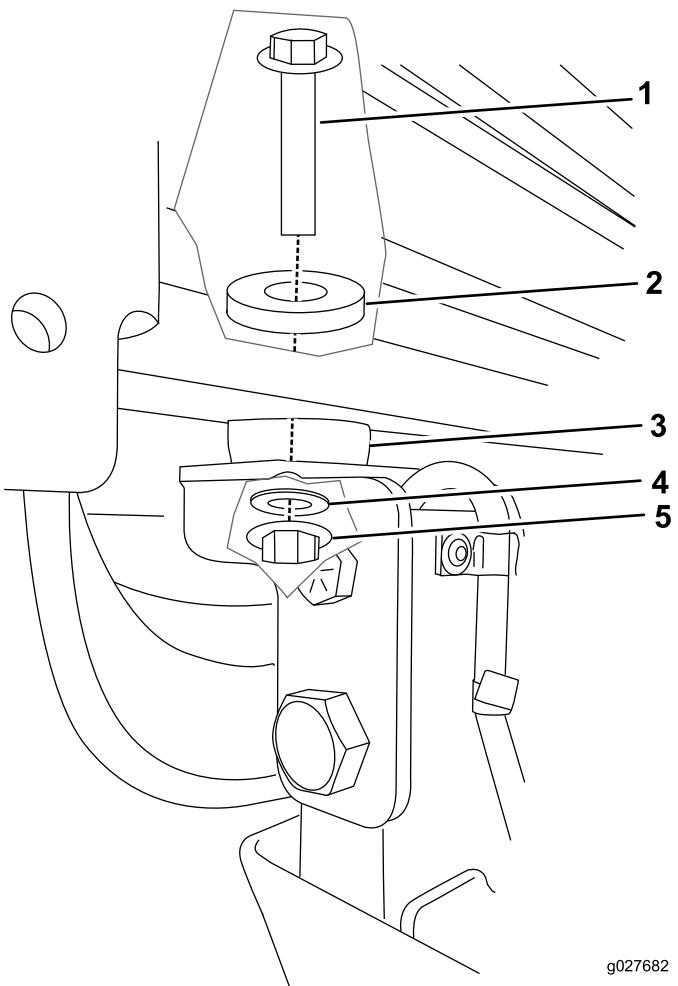

図 66
7. 各取り付けポイントでキャブを機体に固定するボルト $1/2 \times 3$ インチ、スチールワッシャ、ゴム製ワッシャ、ナット $1/2$ インチを使用する図 66。